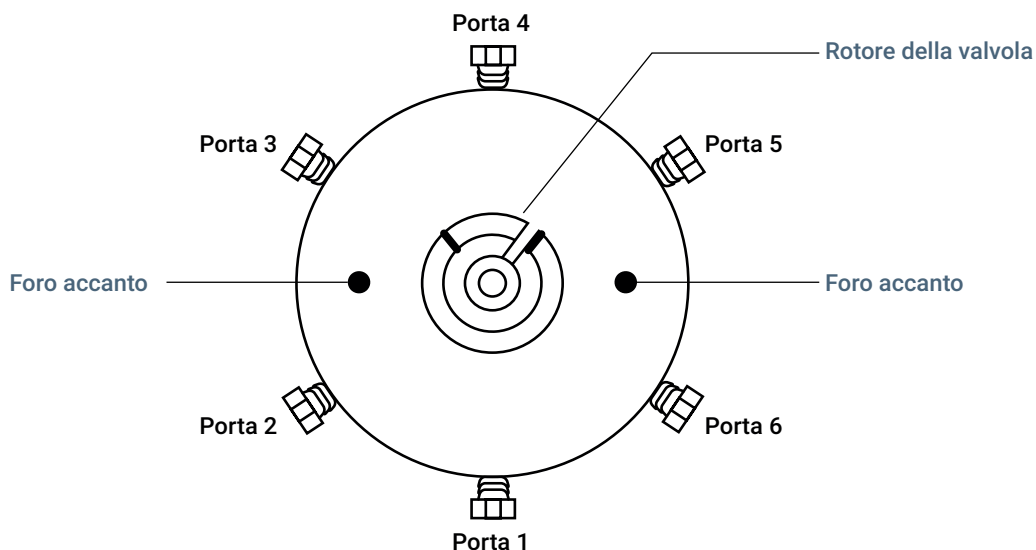

Figura 24. La valvola a 6 porte e il rotore della valvola
- 9 Con lo stesso tipo di magneti, posizionare il nuovo rotore sulla valvola a 6 porte con la lettere di ID del rotore rivolta verso la porta 4 (**Figura 24**).